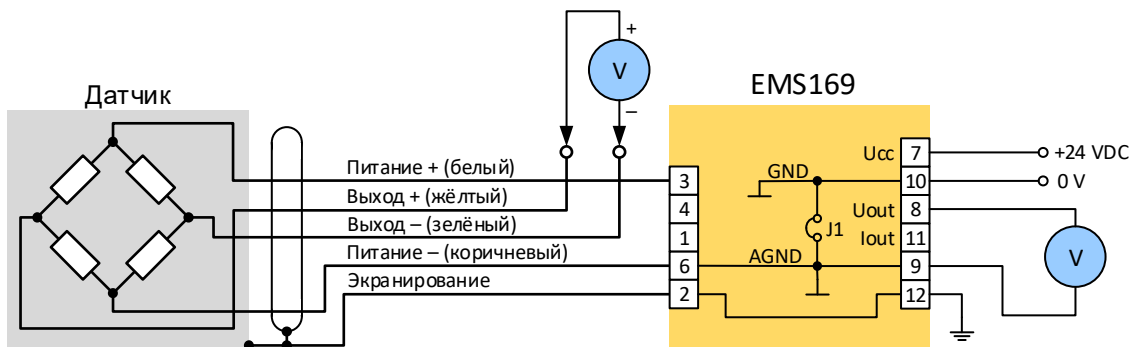

Рис. 11. Измерение выходного напряжения датчика
6. Контроль напряжения на выходе у датчика. Перегрузка датчика относительно часто бывает причиной ошибки и проявляется так, что напряжение на выходе неперегруженного датчика (которое должно быть теоретически нулевое) превышает дозволённый допуск. Напряжение можно измерить в подключении, изображённом на рис. 11.